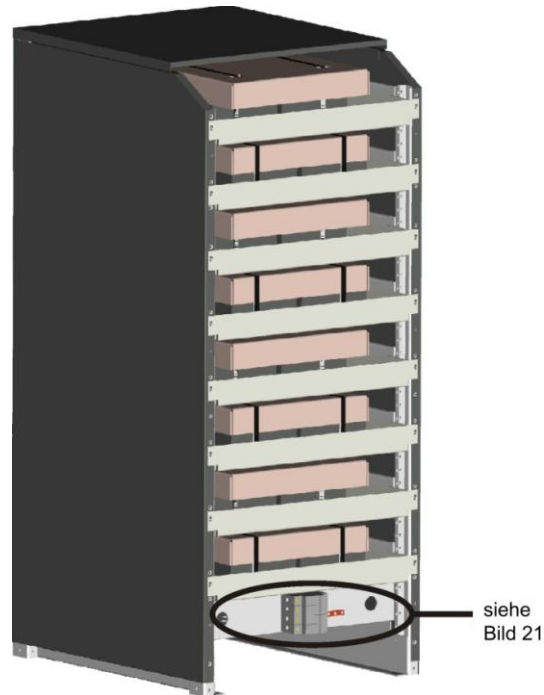

Bild 18 – Karton 7Ah/9Ah/12Ah Batterie Schutz
- 2) Entfernen Sie die Kartonabdeckung von den Batterien (siehe Bild 18).